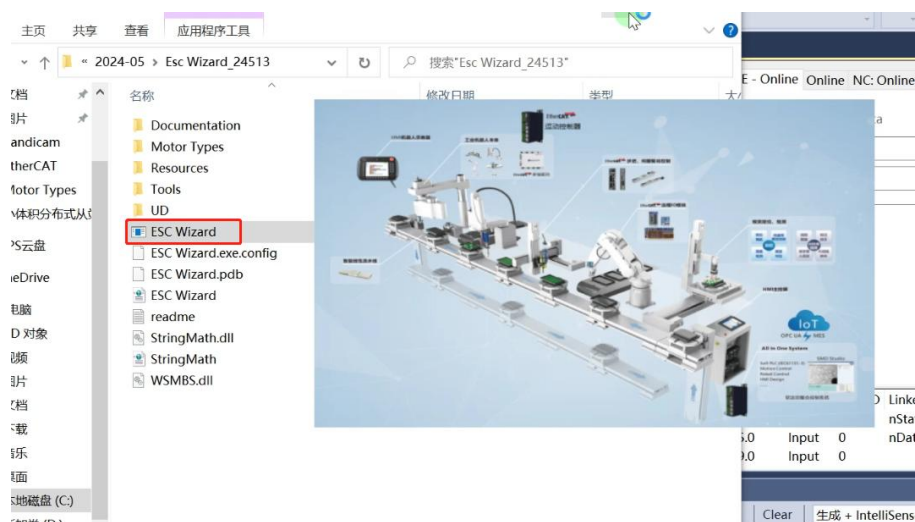

图 4.9 ESC Wizard 向导软件
(1) 打开 ESC Wizard 向导软件，如图 4.9 所示。该软件用于查看电机参数介绍，并可生成一份电机参数文件，可通过 FoE 下载到电机驱动板中。